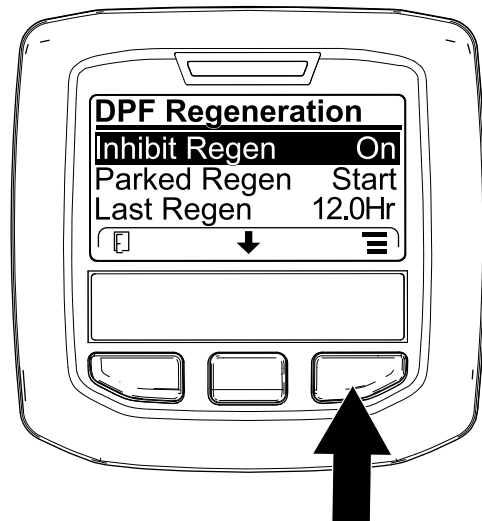

Figura 42
- Acceda al menú DPF Regeneration (Regeneración de DPF), pulse el botón central para desplazarse hacia abajo, hasta la opción INHIBIT REGEN (Inhibir regeneración) y pulse el botón derecho para seleccionar la opción Inhibit Regen (Figura 42).
- Pulse el botón derecho para cambiar el ajuste de inhibición de regeneración de Activado a Desactivado (Figura 42) o viceversa (Figura 43).